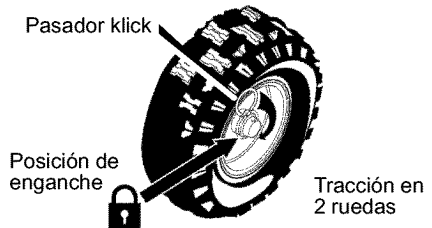

Figura 46
1. La rueda del lado izquierdo va asegurada al eje por medio de un pasador de enganche (**pasador click**). Esta unidad fue despachada con el pasador en la **posición de enganche** (a través del agujero de la rueda). Figura 46.